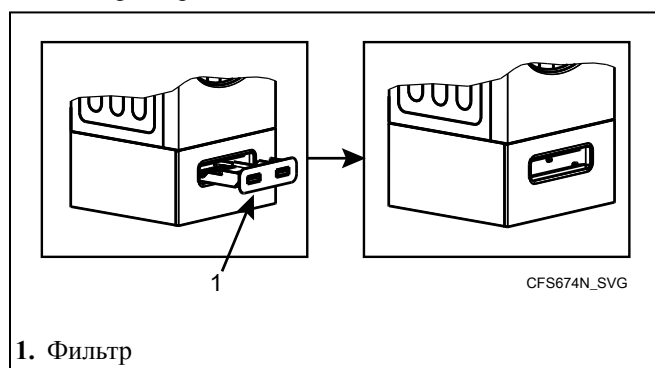

Рис. 46
1. Извлеките фильтр. См. Рис. 46.